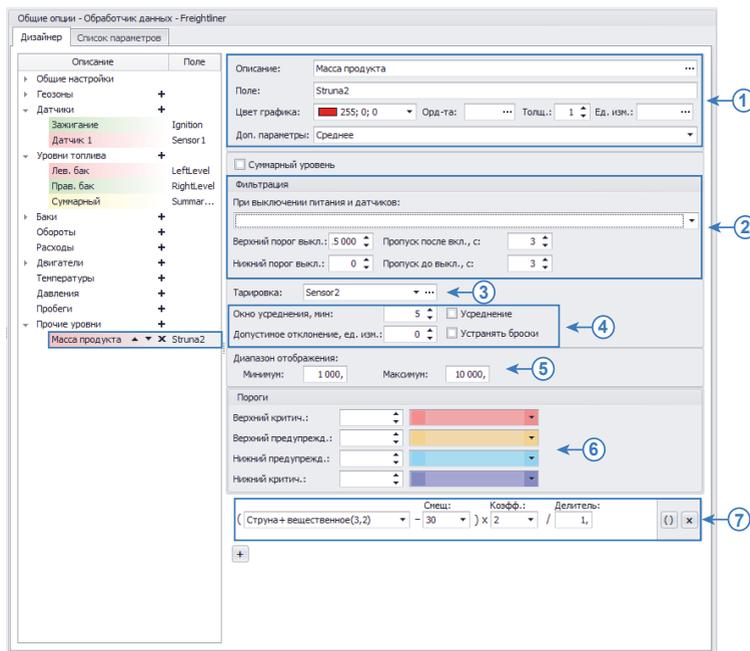

Рис.69. Настройка группы параметров «Прочие уровни».
**1. Общие настройки (Рис.69, п.1).** Общие настройки описаны в разделе «Общие настройки параметров», поэтому в данном разделе их настройка рассматриваться не будет.
## **2. Настройка первичной фильтрации показаний уровня (Рис.69, п.2)**
## **3. Настройка тарифовочной таблицы (Рис.69, п.3)**
В некоторых случаях могут иметь место резкие скачки и отклонения показаний, которые могут быть отфильтрованы. Фильтрация осуществляется путем усреднения показаний в течение интервала (окна усреднения) и оценки отклонения показаний датчика относительно средних значений. Если текущее показание превышает среднее значение на величину больше, чем допустимое отклонение, то показание будет отфильтровано. Для фильтрации бросков необходимо включить опцию «Устранять броски» и настроить следующие параметры фильтрации (Рис.69, п.4):
Диапазон показаний может быть ограничен. В этом случае на графике параметра оборотов будут отображаться только те значения, которые не выходят за пределы разрешенного диапазона. Для ограничения диапазона показаний необходимо перейти в группу настроек «Диапазон отображения» и настроить следующие поля (Рис.69, п.5):
Пороги настраиваются в блоке настроек «Пороги». Всего может быть настроено 4 порога (Рис.69, п.6): верхний критический, верхний предупреждения, нижний предупреждения и нижний критический. Для того чтобы порог обрабатывался, необходимо задать значение порога и присвоить иконку.
На Рис.69 приведен пример настройки параметра для получения показаний массы продукта (тип записи 2) с измерительного канала 3 системы СТРУНА+. В программе «АвтоГРАФ 5 ПРО» параметр выводится со смещением 30 (в единицах измерения параметра) и умноженный на коэффициент 2.